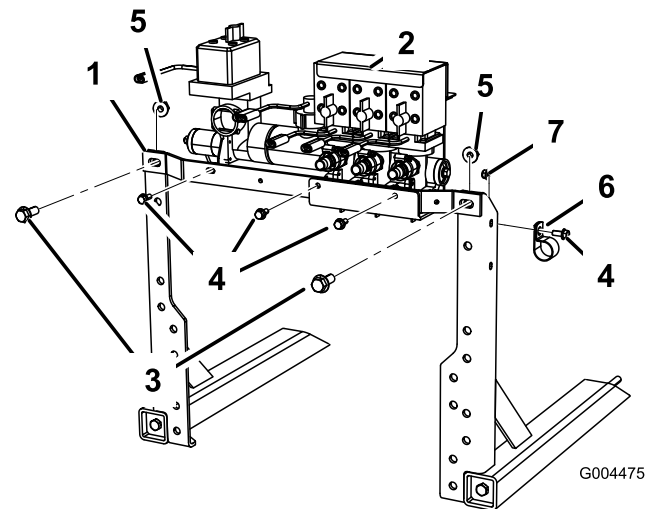

図9
1. 先ほど取り外した締結具を利用して、バルブアップライト直立部に新しい横部材を取り付ける 図9。
2. バルブ・アセンブリを固定するボルト5/16 x 3/4 インチを使用する 図9を参照。
3. 右ブームアップライトにホースクランプを取り付ける 図9。